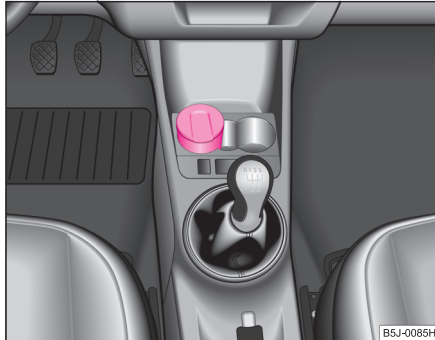

Abb. 76 Mittelkonsole:
- Nehmen Sie den Aschenbecher ⇒ Abb. 76 nach oben heraus. Beim Herausnehmen halten Sie den Aschenbecher nicht am Deckel - Abbruchgefahr.